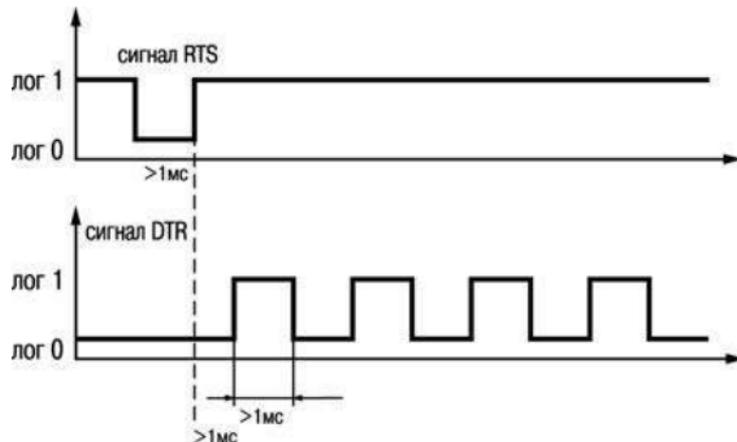

Рисунок 3.1
3.3 Принцип работы адаптера интерфейса состоит в следующем. Управляющая программа компьютера осуществляет выбор одного из восьми каналов к которым подключены приборы. Для этого используются две линии последовательного порта – RTS и DTR. Сигналом RTS коммутатор каналов адаптера интерфейса всегда устанавливается на первый канал. Для выбора N+го канала, отличного от первого, по линии DTR необходимо послать N – 1 импульс (рисунок 3.1). Например для выбора 5-го канала, после формирования импульса по линии RTS нужно послать 4 импульса по линии DTR. Для надежной коммутации длительность посылаемых импульсов и промежуток между ними должны быть не менее 1 мс.